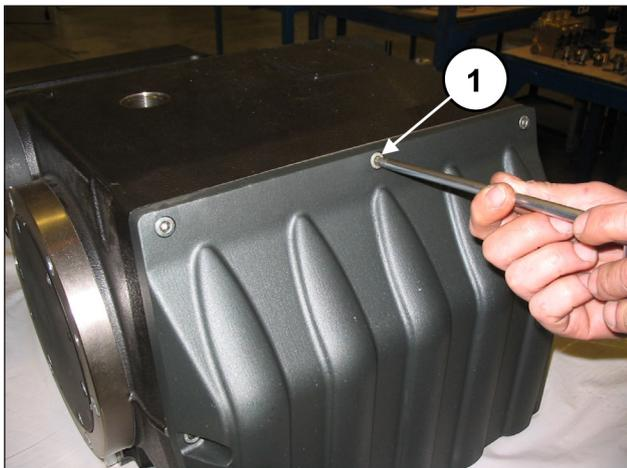

Fig. 10
Aflojar los tornillos de fijación de la tapa del cárter (pos. ①, Fig. 10) y desmontarlo. Extraer la junta tórica y sustituirla si es necesario.